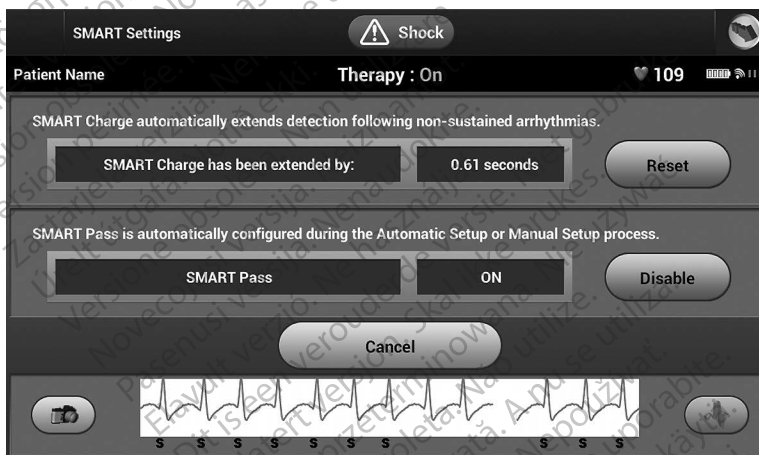

Figura 24: Ecranul Setări SMART
1. Din ecranul Utilități (accesibil din ecranul Meniu Principal), selectați butonul Setări SMART. Este afișat ecranul Setări SMART (Figura 24).